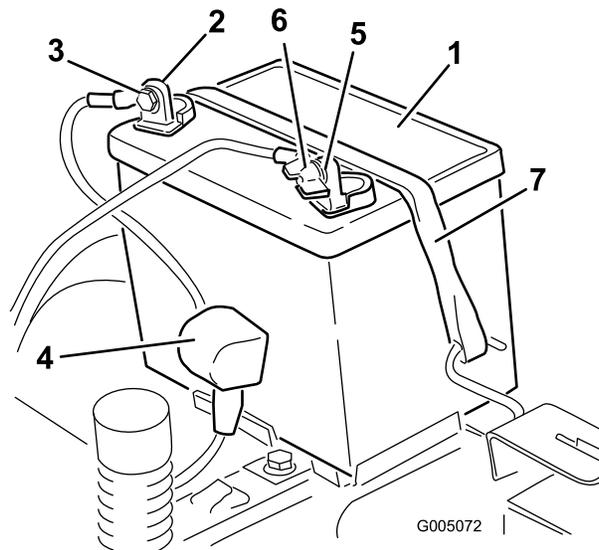

Figure 36
4. Débranchez le câble négatif (noir) de mise à la masse de la borne de la batterie (Figure 36).
6. Débranchez le câble positif (rouge) de la borne de la batterie (Figure 36).
7. Déposez la barrette de maintien de la batterie (Figure 36) et soulevez la batterie de son support.
1. Placez la batterie dans son support (Figure 36).
5. Fixez la batterie en place à l'aide de la sangle de maintien (Figure 36).